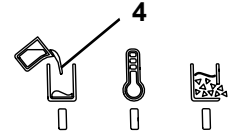

рис. 12
- ◆ Індикатор „Нагрівання / Готовий до роботи“ (5, рис. 12) згасне.